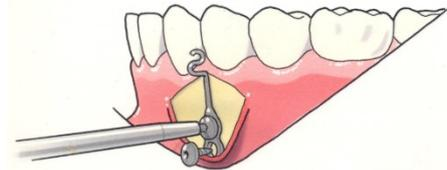

Fig. 3
La plaque d'ancrage peut être précurvée délicatement pour que la plaque épouse parfaitement la forme de l'os cortical. La courbure est limitée entre les trous supérieur et inférieur. Introduire la première vis autoperceuse (Surgi-Tec recommande une longueur de 5 mm, Ø 2.0 mm, ref. 70-505S) dans le trou supérieur de l'ancrage mais sans la serrer complètement pour pouvoir donner un peu de rotation à l'ancrage. Introduire la deuxième vis autoperceuse (Surgi-Tec recommande une longueur de 5 mm ou 7 mm, Ø 2.0 mm, ref. 70-505S ou 70-507S) (fig. 3).